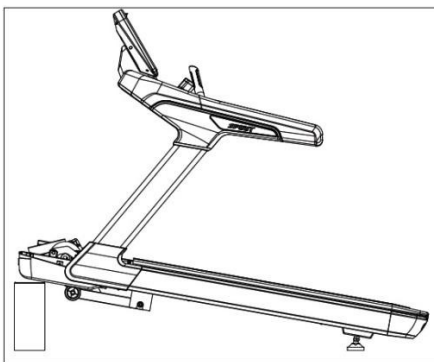
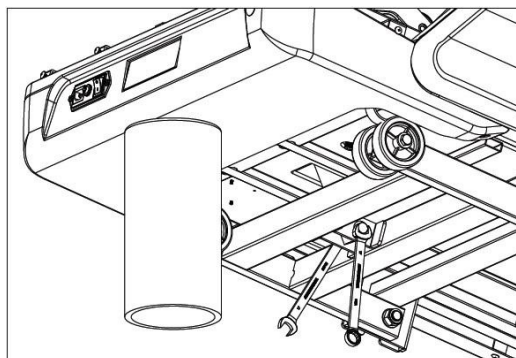
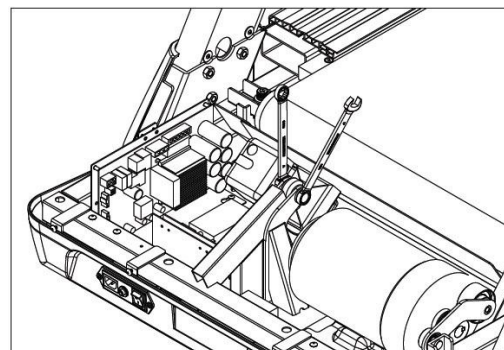

Abb. 4.7.1
Abb. 4.7.2
Abb. 4.7.3
- 2) Wie in Abb. 4.7.1, Abb. 4.7.2 und Abb. 4.7.3 dargestellt, benutzen Sie z. B. eine Papprolle um das Gerät vorn erhöht zu stabilisieren. Benutzen Sie einen Schraubenschlüssel, um den Steigungsmotor (welcher am Hauptrahmen befestigt ist) zu entfernen.